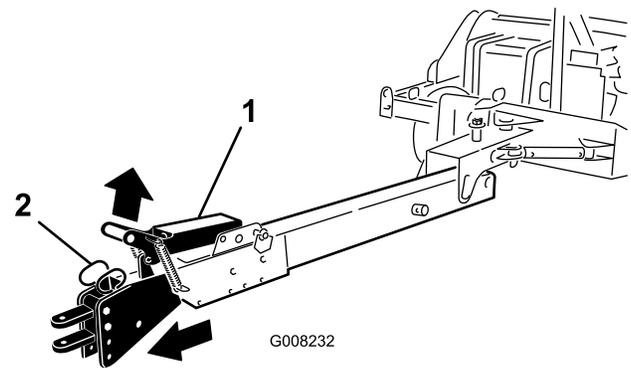

Bild 22
- Heben Sie den Riegelgriff an (Bild 22).
- Fahren Sie langsam mit dem Fahrzeug vorwärts, bis die Anbauvorrichtung einrastet (Bild 22).
7. Zum Einfahren der Anbauvorrichtung heben Sie den Riegelgriff an und fahren langsam mit dem Fahrzeug zurück, bis der Riegelgriff einrastet (Bild 22).